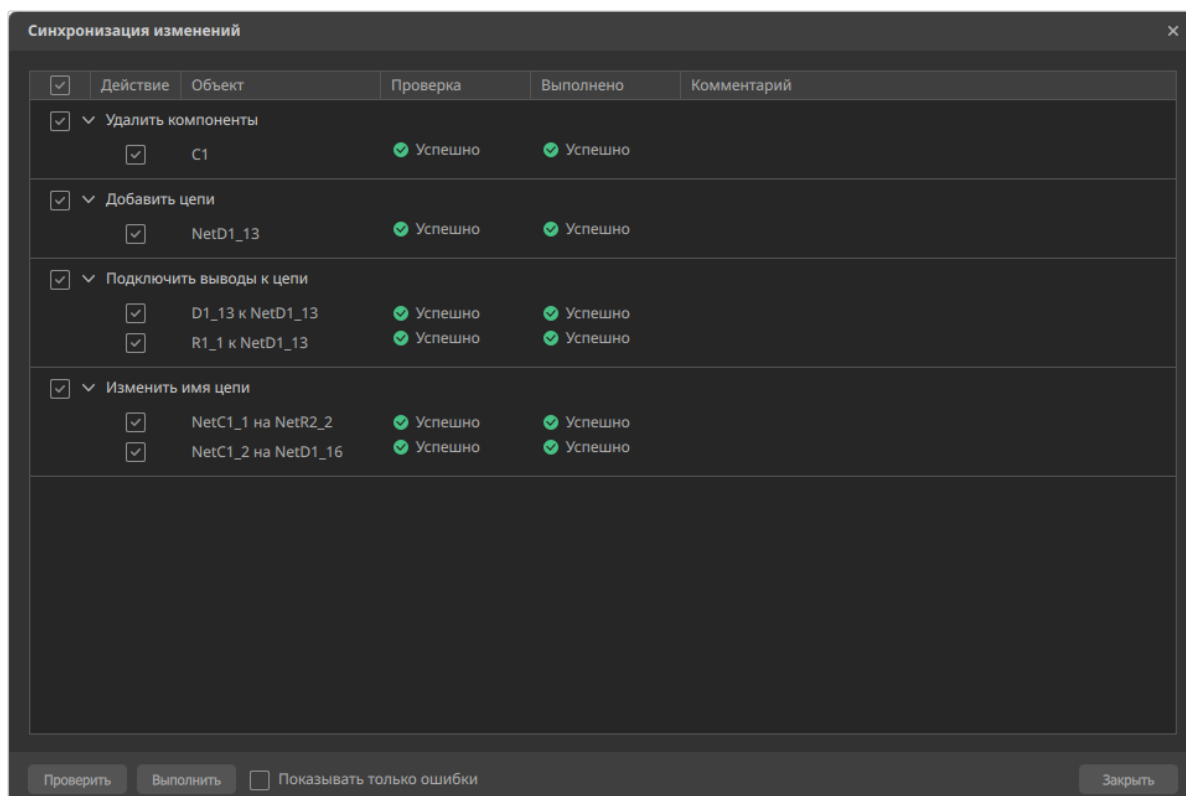

Рисунок 83. Статус выполнения в окне «Синхронизация изменений»
- 6) После исправления всех ошибок нажать на кнопку «Выполнить». В столбце «Выполнено» отобразится состояние всех отмеченных действий (см. рисунок 83).